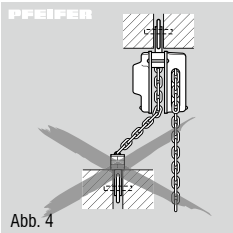

Abb. 4
- Schrägzug, d. h. seitliche Belastung auf das Gehäuse oder die Unterflasche ist verboten (Abb. 4).